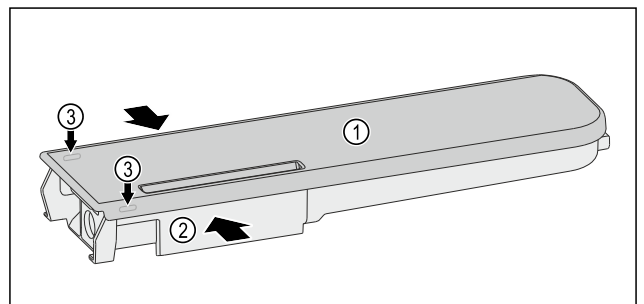

Fig. 173
- Comprimer il serbatoio dell'acqua Fig. 173 (2) e fare leva con attenzione sul coperchio Fig. 173 (1) sollevandolo dai naselli di arresto Fig. 173 (3).
- Spostare leggermente avanti e indietro il coperchio Fig. 173 (1) e rimuoverlo verso l'alto.